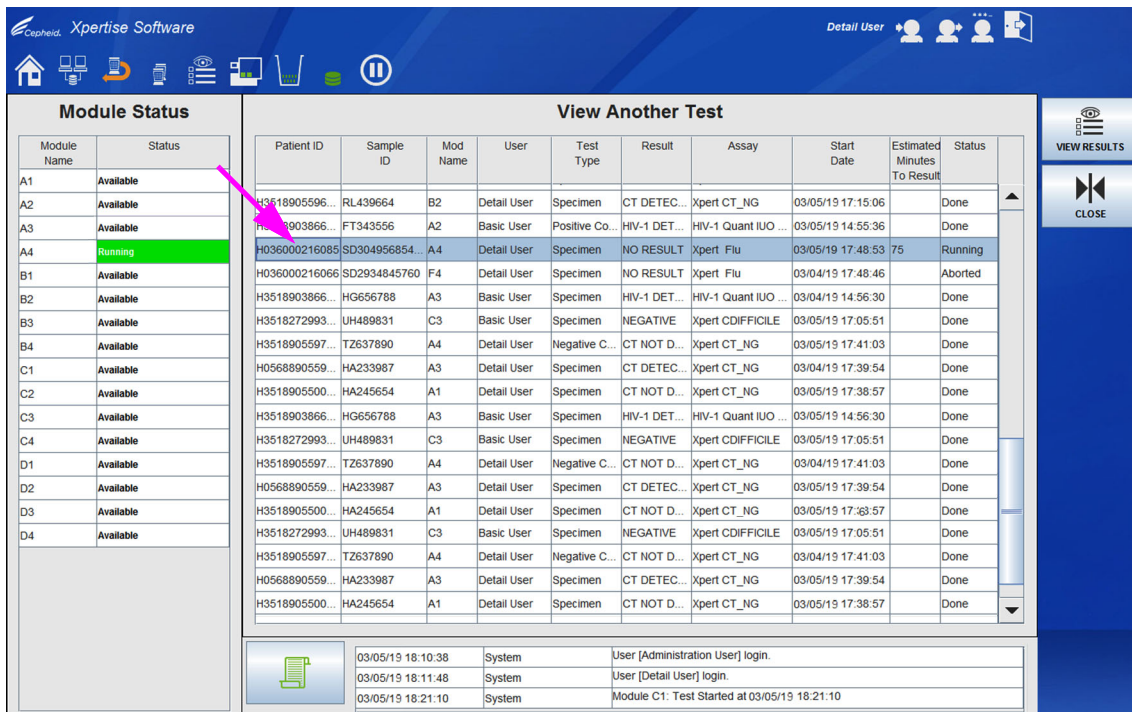
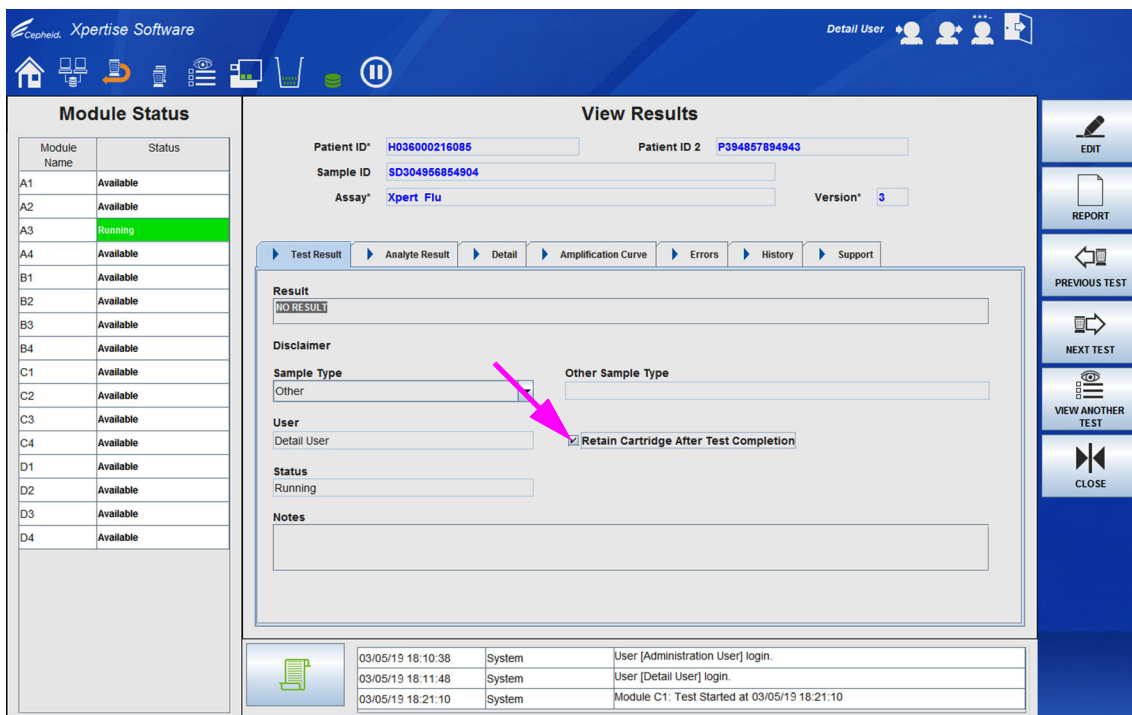

図 5-46. 別のテストの表示ワークスペース
図 5-47. 結果の表示ワークスペース - テスト完了後にカートリッジを保持
1. **別のテストを表示 (View Another Test)** アイコンを選択します。これは、任意のワークスペースから選択できます。図 5-45 は、Xpert Software ホームワークスペースからの選択を示します。別のテストの表示 (View Another Test) ワークスペースが表示されます。図 5-46 を参照。
2. 別のテストの表示 (View Another Test) ワークスペースで、表示するテストを見つけて選択し、**結果の表示 (VIEW RESULTS)** ボタンを選択します (図 5-46 を参照)。結果の表示 (View Results) ワークスペース、テストの選択が表示されます。図 5-47 を参照。
4. 結果の表示 (View Results) ワークスペースで、**テスト完了後にカートリッジを保持する (Retain Cartridge After Test Completion)** チェックボックスを有効にして、**保存 (SAVE)** ボタンを選択します。図 5-47 を参照。